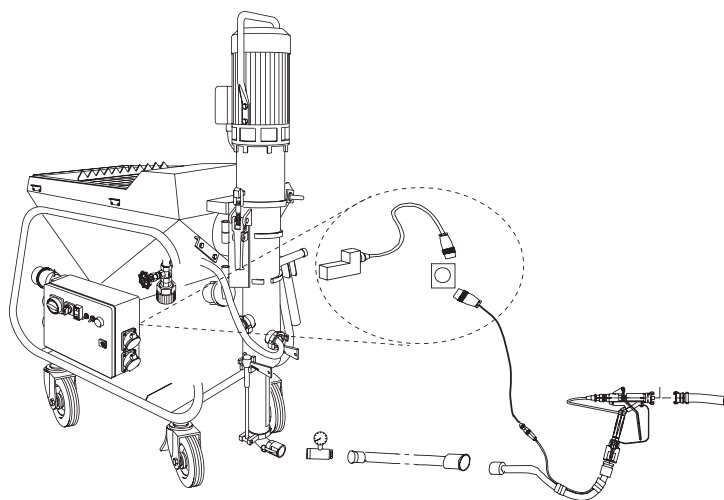

Рисунок 12:
- Отсоедините 4-полюсный регулятор давления воздуха; вместо него вставьте кабель дистанционного управления пистолетом для нанесения адгезивного материала (рисунок 12)